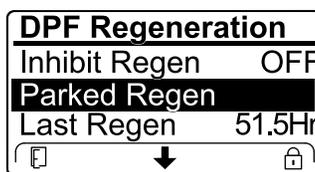

Figura 58
- Se il computer del motore richiede una rigenerazione di recupero, oppure sta eseguendo una rigenerazione di recupero, e voi scorrete il menu verso il basso fino all'opzione PARKED REGEN, la rigenerazione parcheggiata viene bloccata e l'icona di blocco (Figura 58) compare nell'angolo in basso a destra dell'InfoCenter.